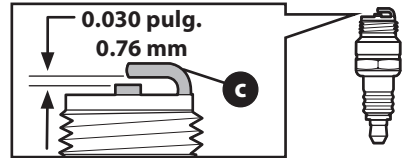

Figura 11
3. Mida la separación de bujía con un calibrador. Corrija de ser necesario torciendo el electrodo lateral (c) (Figura 11). La separación debe establecerse en 0.030 pulgadas (0.76 mm).